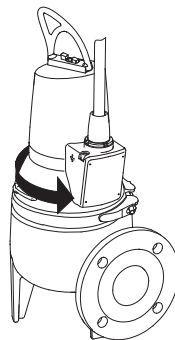

Рис. 9 Направление рывка
3. Если насос подключен правильно, рывок будет в сторону, противоположную правильному направлению вращения. См. рис. 9.